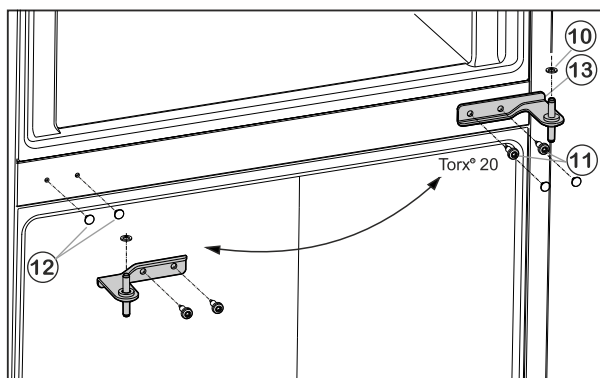

Fig. 6
- Afdekkingen Fig. 6 (12) voorzichtig verwijderen en aan de tegenoverliggende zijde weer aanbrengen.